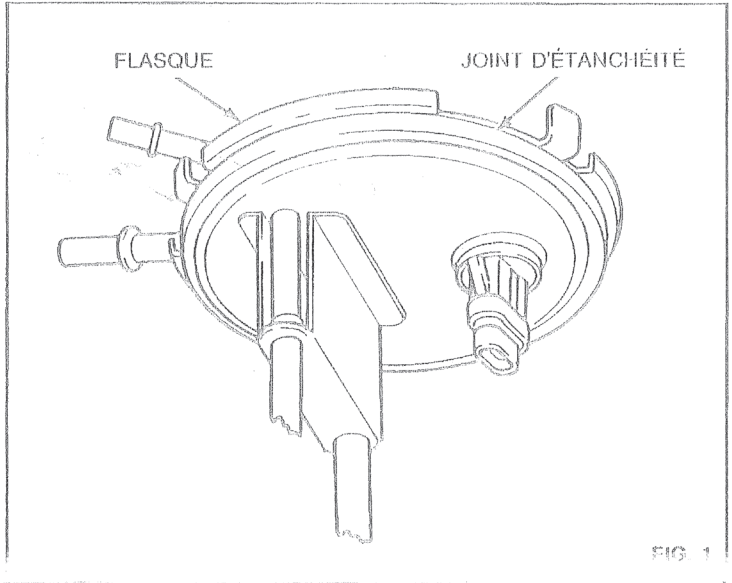

FIG. 1
D) Prenez la nouvelle unité immergée. Assurez-vous que le joint d'étanchéité se trouve correctement placé sous la partie supérieure du flasque (figure 1).